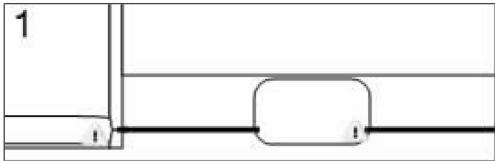

图 5-44 编写主程序
3) 双击交通灯控制图标，打开编程界面，在工具箱里选择功能块指令拖拽到程序梯级中，如图 5-44 所示。拖拽功能块指令到梯级以后，会自动弹出功能块选择列表，找到编写好的交通灯控制功能块，选择即可。